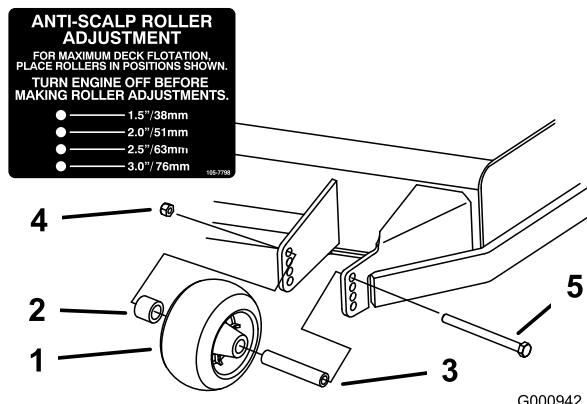
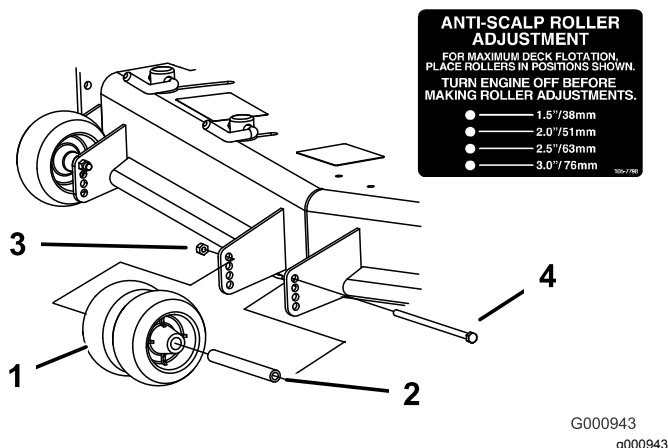
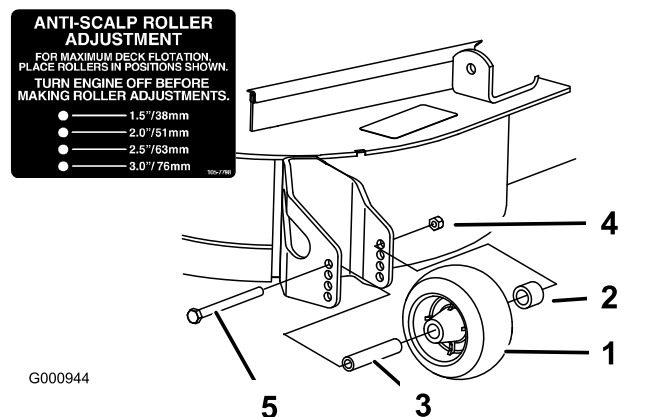

Figure 28
Figure 29
Figure 30
- Réglez les galets anti-scalp comme montré à la Figure 28, la Figure 29 et la Figure 30.